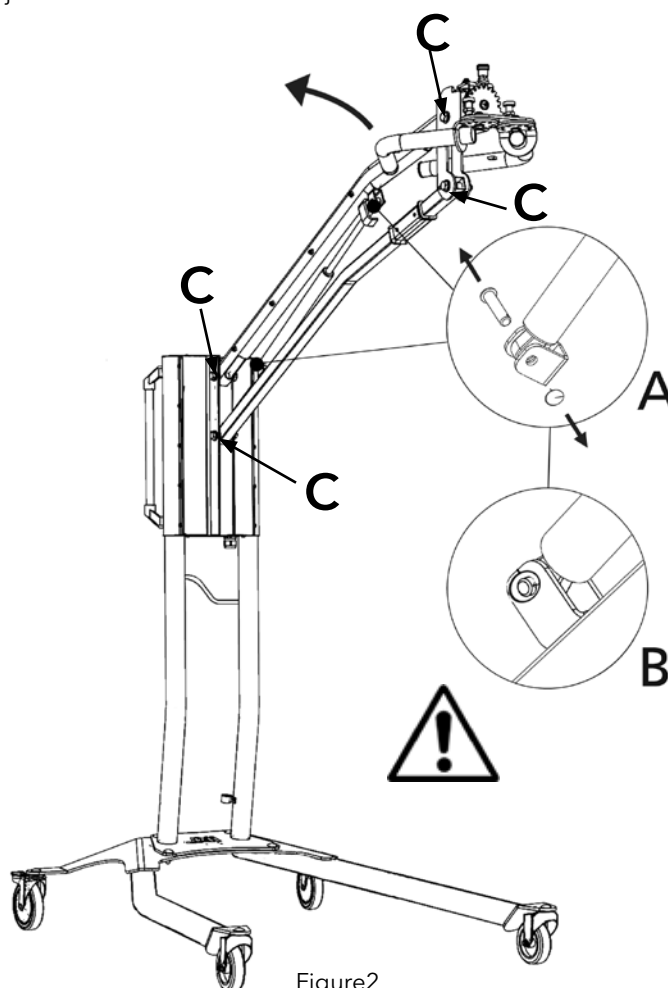

Figure2
2. Umieść równoległe ramię w najbardziej pionowej pozycji (rys.2).
4. Zdejmij pierścienie blokujące oraz nakrętki. Przesuń sprężynę lekko do góry i wyjmij ją (rys.2).